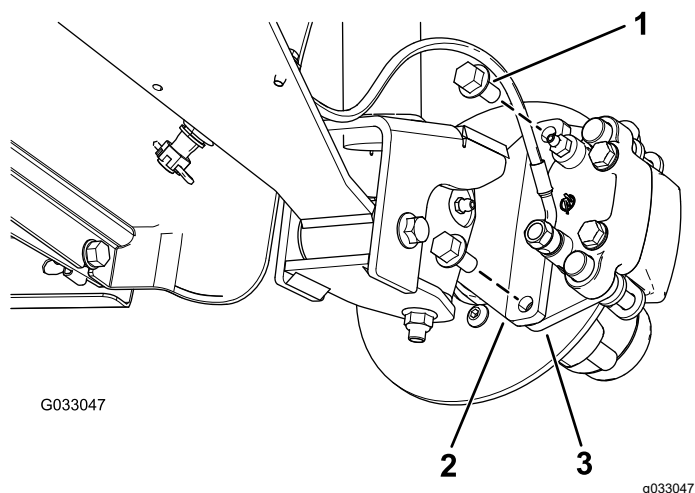
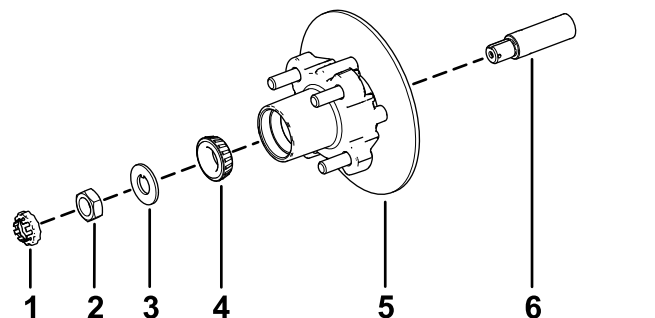

图 33
图 37
3. 卸下将制动器总成支架固定到主轴的凸缘头螺栓 $\frac{3}{8} \times \frac{3}{4}$ 英寸将制动器与主轴分开图33。
1. 在主轴上涂上薄薄一层指定润滑脂图 37。
2. 将轮毂和转子组装到带内转子的主轴上 图 37。
3. 将外置轴承组装到主轴上并将轴承放置到外置座圈内 图 37。
4. 将止动垫圈组装到主轴上 图 37。
5. 将主轴螺母拧到主轴上上紧螺母扭矩至 15N·m 同时旋转轮毂将轴承调整到位 图 37。
2. 将刹车踏板与转子的任意一侧对齐 图 33 将制动盘托盘中的孔与主轴机架的制动器安装架中的孔对齐 图 37。
3. 用 2 个凸缘头螺栓 $\frac{3}{8} \times \frac{3}{4}$ 英寸将卡钳支架固定到主轴机架上 图 33。